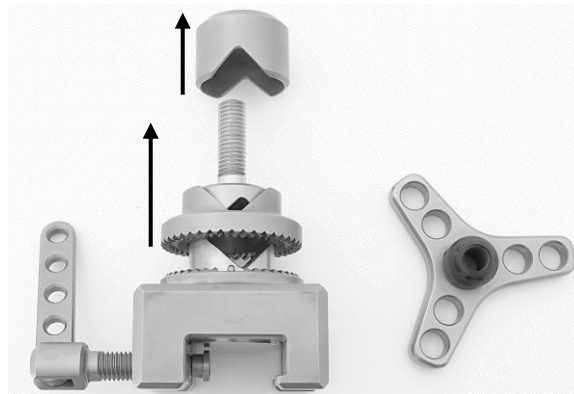

Fig. 17
Tirare prima la parte superiore della ganaschia di serraggio (2) dalla filettatura della base (4), quindi rimuovere la parte inferiore della ganaschia di serraggio (3) (fig. 17).